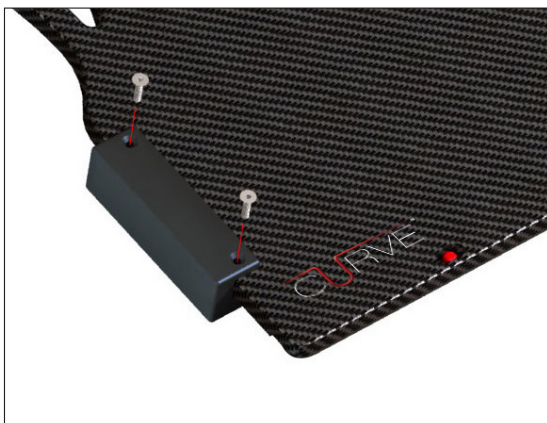

Fig. 6
1. Instale qualquer um dos adaptadores num dos lados do dispositivo na posição apresentada abaixo, utilizando 2 parafusos de 1/4-20 x 1/2" (cada). (Fig. 6)
3. Coloque a barra de localização de 2 pinos na posição pretendida (uma vez fixada, os pinos da barra de localização ficarão alinhados com os orifícios na parte inferior do dispositivo) (Fig. 6, 7 e 8).